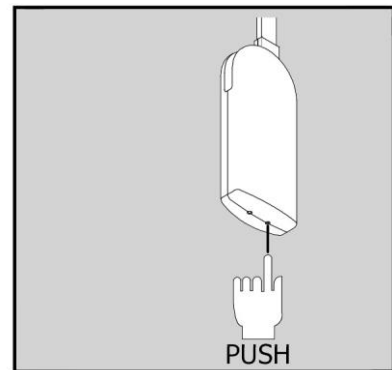

Abb.22
- 1 - Die Programmierungstaste (Abb. 22) 5 Sekunden lang drücken, beim Loslassen hört man ein doppeltes „BIP“
Falls das Löschen aller Fernbedienungen erwünscht ist, die Programmierungstaste (Abb. 22) für 10 Sekunden gedrückt halten. Beim Loslassen hört man drei aufeinanderfolgende „BIP“, die anzeigen, dass alle synchronisierten Fernbedienungen gelöscht worden sind.